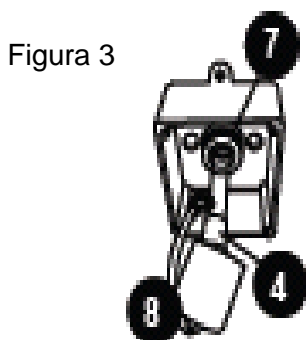
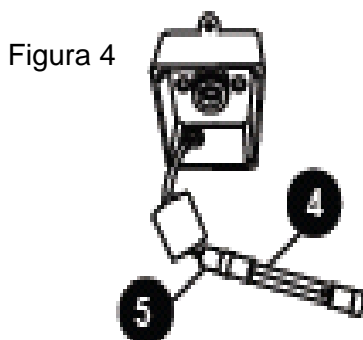
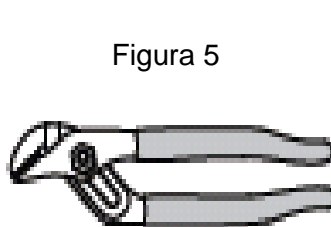
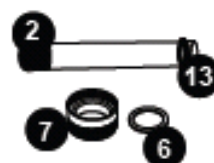

Figura 3
Figura 4
Figura 5
Figura 6
5. Remova o soquete da lâmpada (8) deslizando-o sobre o cabo fora da porca de compressão (7), Figura 3.
6. Remova lentamente a lâmpada UV (4) para fora do tubo de quartzo
7. Remova o soquete (5) da lâmpada UV (4), Figura 4.
8. Remova a porca de compressão (7) virando-a no sentido anti-horário, Figura 3. Utilize um par de alicates se necessário, Figura 5. Você vai encontrar uma arruela de compressão de aço inoxidável (6) que passa pelo tubo de quartzo. Guarde essa arruela (6) para uso posterior, Figura 6. Há também um anel de vedação (13), comprima o anel de vedação, lentamente e cuidadosamente remova o tubo de quartzo.
13. Reinstale o anel de compressão (6) sobre a extremidade aberta do tubo de quartzo (2). Pressione-o contra o anel de vedação preto (13).
14. Reinstale e aperte com a mão a porca de compressão do quartzo (7) girando-a no sentido **horário**.
16. **Teste 1:** Assegure que não há vazamentos na vedação, caso haja, interrompa o enchimento e reaperte a porca de compressão (7). Se houver vazamento de água visível, PARE e aperte a porca de compressão (7) usando um par de alicates com no máximo 1/4 de volta. Se não vedar, repita os passos 1 ao 13. Certifique-se de que não há vazamento antes de prosseguir para o passo 17.
18. Reconecte o soquete (5) na nova lâmpada UV (4). Recomendamos o uso de luva de látex para manusear a nova lâmpada UV.
**Observação:** Alinhe os pinos na lâmpada UV (4) aos orifícios no soquete da lâmpada (5) antes de inserir os pinos completamente dentro dos orifícios do soquete. O não cumprimento dessa etapa irá danificar a lâmpada UV.
19. Deslize a nova lâmpada UV (4) de volta para dentro do tubo de quartzo, Figura 3.
20. Reinstale a lâmpada (8) de volta com a porca de compressão (7).
21. Reinstale a tampa de fechamento (10) com a vedação (9) e aperte com os parafusos.